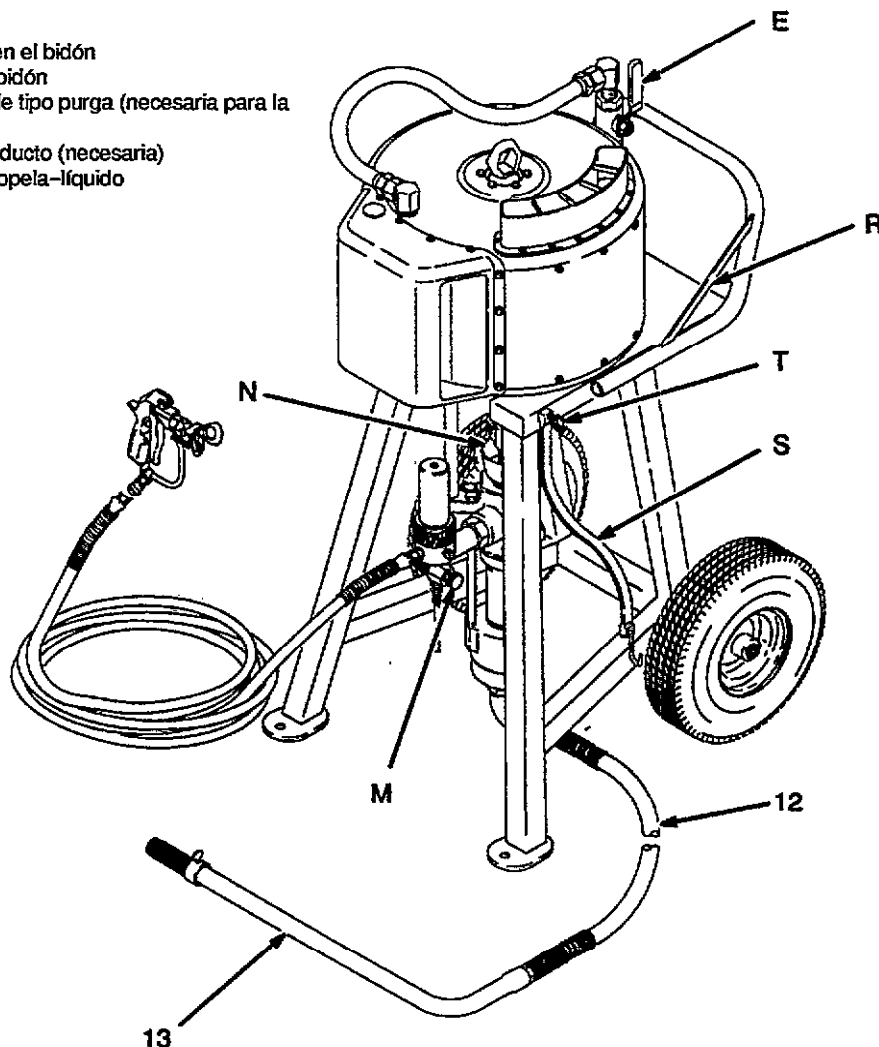

Fig. 3
Llenar la tuerca prensaestopas / copela-líquido (N) hasta 1/3 con líquido Graco TSL (producto hermetizante) o un disolvente compatible. Véase la Fig. 3. Ajustar la tuerca prensaestopas semanalmente (véase el manual de la bomba); no apretar demasiado. Observar el Procedimiento de descompresión aquí arriba antes de ajustar la tuerca prensaestopas.
Si no se utiliza la bomba, deslizar el tubo de aspiración (13) por el espacio en la palanca del carro (R). Atar la correa alrededor de la manguera de aspiración (12) y colgar la correa (S) en el perno de anilla (T) para retirar la manguera del piso. Véase Fig. 3.